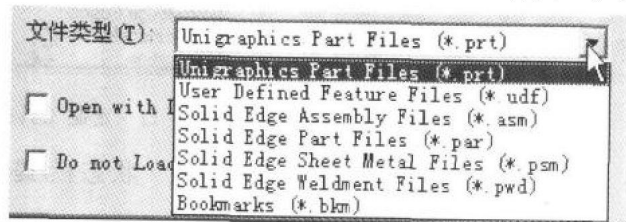

图 1-7 文件类型选择框
- 3) 选择文件类型。在文件类型下拉列表框中选择文件类型，如图 1-7 所示。